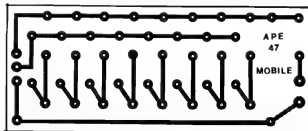

Fig. 3
- FIG. 3 - LAY OUT DO CIRCUITO IMPRESSO ESPECÍFICO - Assim como o próprio circuito e seu "esquema", a estrutura da placa de Circuito Impresso também mostra o aspecto "repetitivo" na sua organização de ilhas e pistas... O desenho, assim, fica muito simples e direto, podendo ser facilmente reproduzido com tinta ou decalque ácido-resistentes... As "coisas" não são muito "apertadas", de modo que não há pontos críticos de desenho no padrão cobreado... Basta um pouco de atenção e cuidado, para que tudo saia direitinho. De qualquer modo, terminada a confecção da placa, ela deve ser rigorosamente conferida com a ilustração (está em escala 1:1), sanando-se eventuais falhas ou "curtos" antes de se começar as inserções e soldagens de componentes e fios... Ao iniciante, recomendamos uma leitura prévia às INSTRUÇÕES GERAIS PARA AS MONTAGENS, na busca de informações importantes sobre as técnicas de confecção e montagem de Circuitos Impressos...